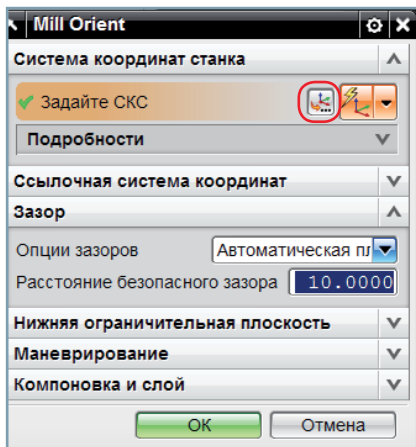

Рис. 1.19. Диалоговое окно работы с системой координат станка (СКС)
- Появится диалоговое окно (рис. 1.19), выполните команду **Меню СК** (показана красной рамкой), откроется еще одно диалоговое окно.